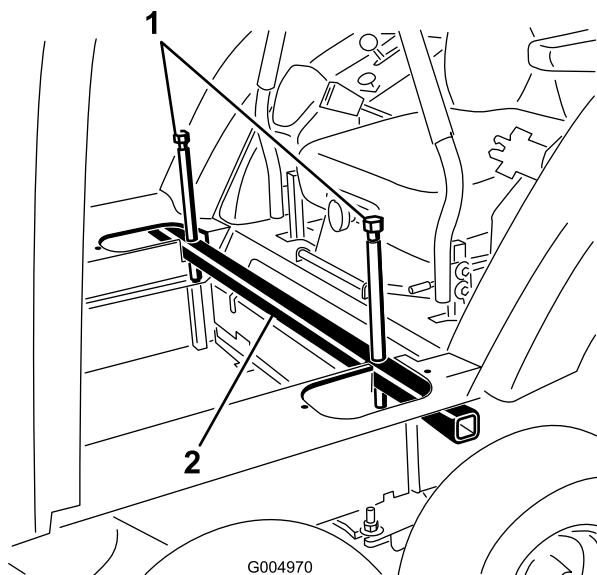

**Рисунок 79**
27. Установите летние ведущие колеса с помощью двух гаек на каждое колесо (Рисунок 79).